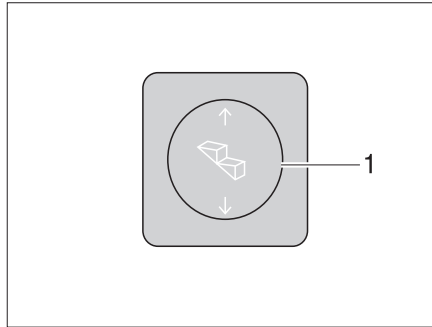

Fig. 9 Interruttore di comando scalino di ingresso
- Estrazione:* ■ Premere in basso l'interruttore a bilico (Fig. 9,1) fino a che lo scalino di ingresso è stato completamente estratto.
- Inserimento:* ■ Premere in alto l'interruttore a bilico (Fig. 9,1) fino a che lo scalino di ingresso è completamente inserito.